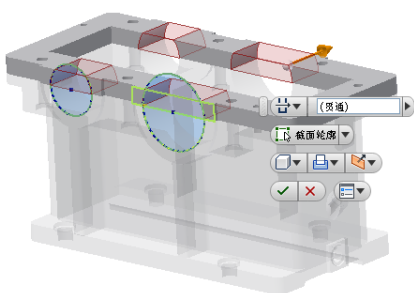

图 9-67 拉伸示意图
①在箱盖配合部分的侧面新建草图，单击【草图】标签栏【绘图】面板的【圆】工具按钮，绘制如图 9-67 所示的草图几何图形，注意所绘制的两个圆形的大小同两个轴承孔的大小一样，所示这里不用标注尺寸。另外，利用【投影几何图元】工具可以在草图上得到箱体零件的轴承孔心线及其边线的投影。
②单击【草图】标签上的【完成草图】工具按钮，退出草图环境。单击【三维模型】标签栏【创建】面板上的【拉伸】工具按钮，选择两个圆形作为拉伸截面轮廓，布尔方式选择为【求差】，终止方式为【贯通】，如图 9-67 所示。